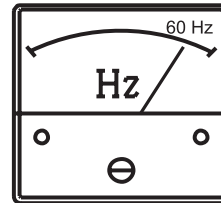

Figure 47. Fréquencemètre
5. Le **fréquencemètre** du générateur (Figure 47) doit afficher la fréquence de sortie de 60 cycles en **HERTZ**.